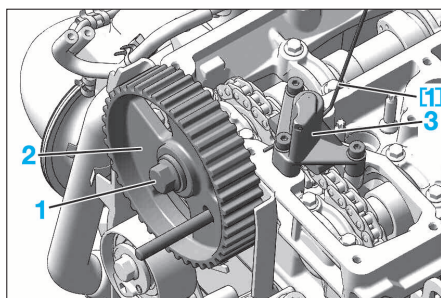

FIG. 57
- Déposer le répartiteur d'air/couvre culasse (16).
- Déposer (Fig.57) :
- la vis (1) munie de sa rondelle
- la poulie d'arbre à cames (2)